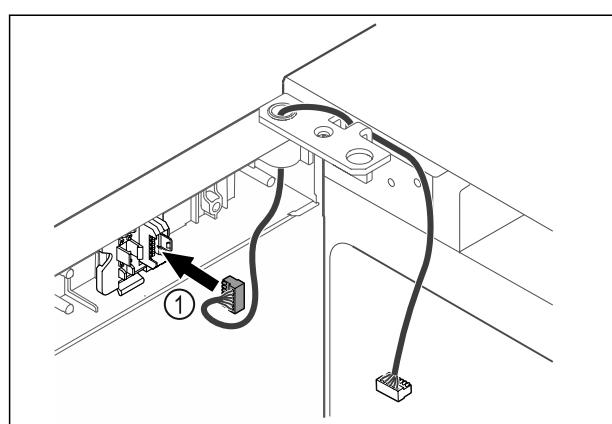

Fig. 53
▶ Insérer le connecteur Fig. 53 (1) dans le support.